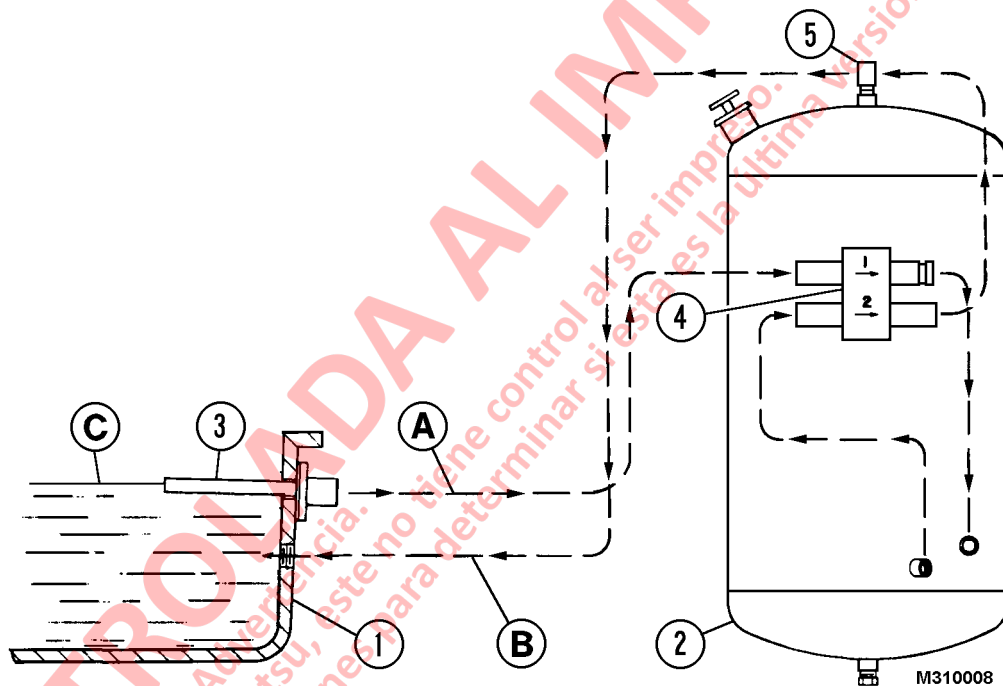

FIGURA 31-2. ESQUEMA DEL SISTEMA DE RESERVA
Dos bombas accionadas eléctricamente (bomba 1 y bomba 2) hacen circular el aceite del motor entre el cárter de aceite del motor (1, Figura 31-2) y el tanque de reserva (2) dentro de una sola unidad de bombeo (4). La unidad de bombeo está montada en el lado del tanque de reserva. Esta unidad tiene una luz de monitor LED equipada en un lado.